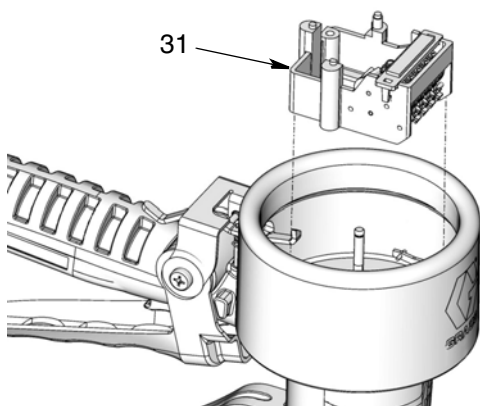

Рис. 31
1. Установите узел счетчика (31) (Рис. 31).